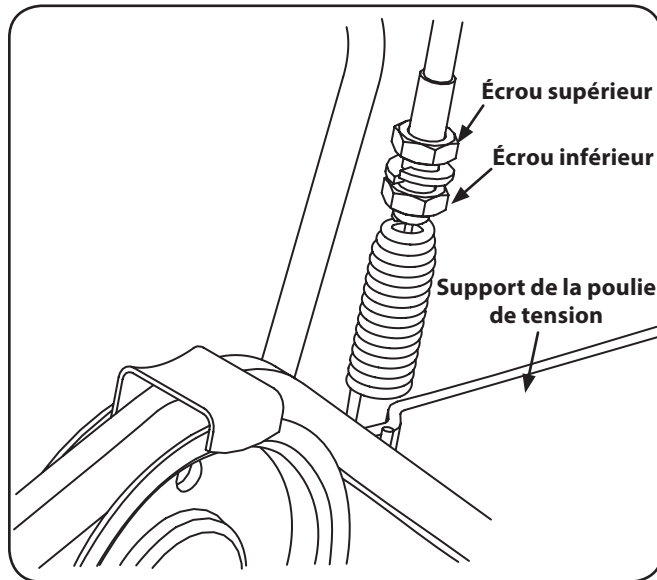

Figure 7-3
2. Repérez le ressort situé à l'extrémité du câble. Voir Figure 7-3.